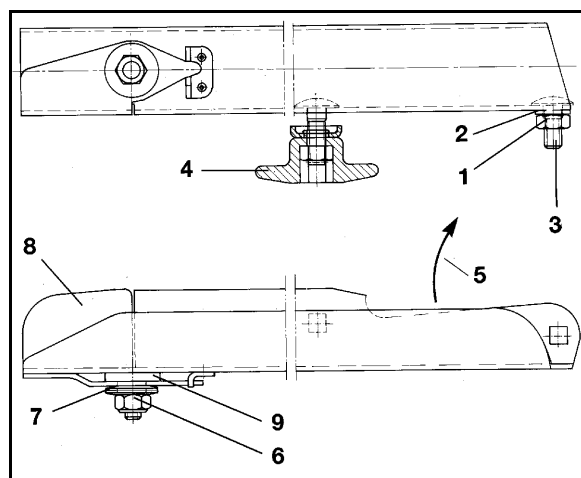

Fig. 79
1. Lossa den självlåsande muttern (Fig. 79/1).
2. Demontera brickan (Fig. 79/2) och skruven (Fig. 79/3).
3. Lossa vingmuttern (Fig. 79/4) och byt spridarvinge.
Den självlåsande muttern (Fig. 79/1) ska vara så åtdragen att spridarvingen går att vrida för hand.
Se till att spridarvingen blir korrekt monterad. Den öppna sidan av den u-formade spridarvingen ska peka mot rotationsriktningen (Fig. 79/5).